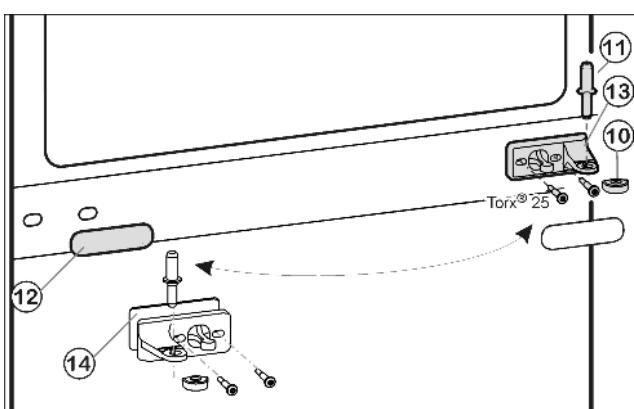
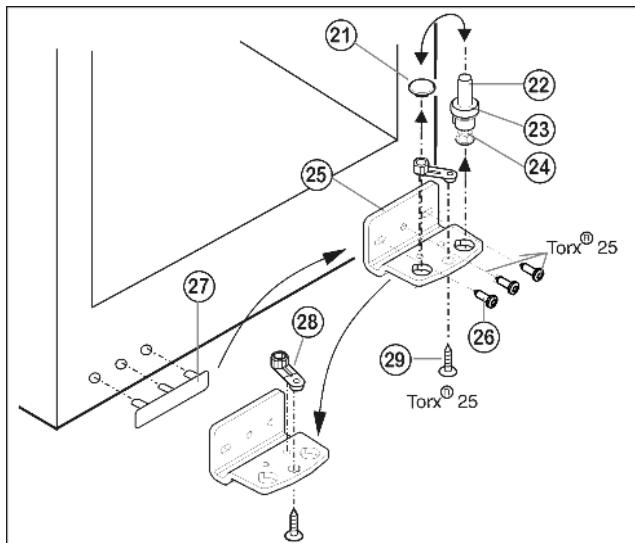

Fig. 7
Fig. 8
- Витягніть середній опорний гвинт Fig. 7 (11) з опорного кронштейна та нижніх дверцят.
- Зніміть пластмасовий ковпачок Fig. 7 (10).
- Викрутіть Fig. 7 (13) опорний кронштейн посередині (2 шт. Torx® 25).
- Обережно зніміть покриття Fig. 7 (12).
- Прикрутіть Fig. 7 (13) середній опорний кронштейн із підкладкою Fig. 7 (14), на новий бік шарніра, повернувши на 180° (з моментом 4 Нм).
- Зафіксуйте покриття Fig. 7 (12) на новому боці розташування ручок, повернувши на 180°.
- Зніміть, потягнувши догори, опорний гвинт Fig. 8 (22) у комплекті, разом з шайбою Fig. 8 (23) та установочною ніжкою Fig. 8 (24).
- Зніміть Fig. 8 (21) пробку.
- Відгиніть Fig. 8 (26) опорний кронштейн Fig. 8 (25).
- Відкрутіть Fig. 8 (29) опорну деталь Fig. 8 (28) і вставте в протилежний отвір опорного кронштейну, знову пригвинтіть.
- Обережно зніміть кришку з боку ручки Fig. 8 (27) і переставте на протилежний бік.
- Пригвинтіть опорний кронштейн Fig. 8 (25) на новий бік шарніра (з моментом 4 Нм). За потреби використовуйте викрутку з акумулятором.
- Знову вставте пробку Fig. 8 (21) в отвір, що залишився вільним.
- Встановіть на місце опорний гвинт Fig. 8 (22) у комплекті, разом з шайбою та установочною ніжкою. При цьому виступ фіксатора повинен бути спрямований назад.
- Встановіть дверцята згори на нижній опорний гвинт Fig. 8 (22).
- Знову встановіть пластмасовий ковпачок Fig. 7 (10) на середній кронштейн Fig. 7 (13).
- Встановіть середній опорний гвинт Fig. 7 (11) на новий бік шарніра за допомогою середнього опорного кронштейна Fig. 7 (13) в нижні дверцята.
- Встановіть верхні дверцята на середній опорний гвинт Fig. 7 (11).
- У разі необхідності за допомогою двох довгастих отворів на опорному кронштейні знизу Fig. 8 (25) та середньому опорному кронштейні Fig. 7 (13) встановіть дверцята на одній осі з корпусом. Для цього викрутіть середній гвинт на нижньому опорному кронштейні Fig. 8 (25).